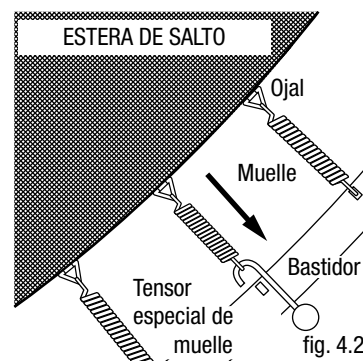

fig. 4.2
- Extienda en el marco la estera de salto (1) con el lado impreso hacia arriba.
- Escoja en el caño del marco un punto cualquiera (nómbrelo CERO). Fije primero un resorte (7) en el mismo sentido y en el mismo ángulo en el marco, como se muestra en la fig. 4.2. Enganche el resorte en un ojal del marco y gire el resorte en sentido a la estera de salto, tal como se muestra abajo. Utilice el